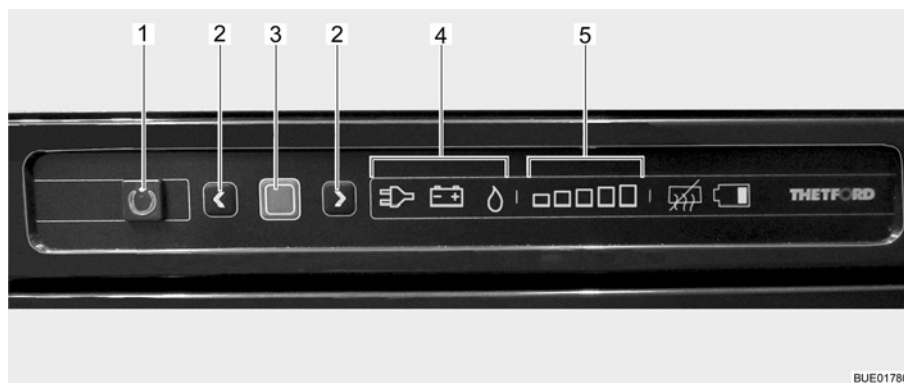

Fig. 97 Elementi di comando del frigorifero
La modalità di funzionamento attuale è indicata da un simbolo luminoso (Fig. 97,4) sulla centralina di controllo.
Dopo l'accensione il frigorifero seleziona automaticamente la regolazione del termostato selezionata per ultimo. Questa impostazione può essere modificata manualmente con i tasti freccia (Fig. 97,2). Le barre luminose dell'indicatore del livello di refrigerazione (Fig. 97,5) visualizzano la temperatura selezionata sul termostato. Con i tasti freccia viene regolata la temperatura di refrigerazione per tutti i tre tipi di energia. Ci vogliono alcune ore prima che il frigorifero raggiunga la temperatura normale di esercizio. Cambiando la modalità di funzionamento la regolazione del termostato non viene modificata. La temperatura di refrigerazione è indipendente dal tipo di energia utilizzata.
- Premere il tasto On/Off (Fig. 97,1) per 1 secondo. Il tasto (Fig. 97,1) si illumina di verde. Dopo circa 10 secondi, l'indicatore viene attenuato per risparmiare energia.
- Premere il tasto di conferma (Fig. 97,3) per circa 2 secondi. Il simbolo delle modalità di funzionamento (Fig. 97,4) lampeggia.
- Per modificare la modalità di funzionamento, premere i tasti freccia (Fig. 97,2).
- Per il funzionamento a gas, selezionare la modalità di funzionamento a gas con i tasti freccia (Fig. 97,2). L'alimentazione del gas è ora aperta. L'accensione avviene automaticamente. È udibile un ticchettio fino a quando procedura di accensione non è stata portata a termine.
- Premere il tasto di conferma (Fig. 97,3).
- Premere nuovamente il tasto di conferma (Fig. 97,3). Il livello di refrigerazione attuale viene indicato dalle barre luminose (Fig. 97,5).
- Per modificare l'impostazione, premere i tasti freccia (Fig. 97,2) fino a visualizzare l'impostazione desiderata.
- Premere il tasto On/Off (Fig. 97,1) per circa 2 secondi. Tutte le spie si spengono. Il frigorifero è spento.